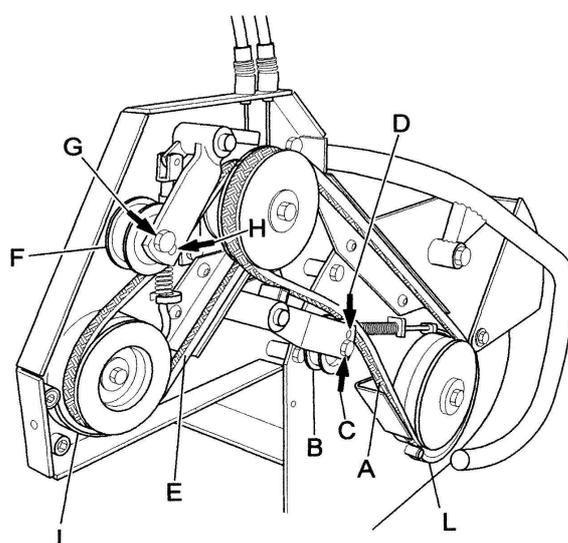

Figure 9
- Au cas où la courroie (fig. 9, réf.A) serait relâchée et donc n'accomplirait pas correctement sa fonction d'entraînement rotor lames, il est nécessaire de déplacer le tendeur (fig. 9, réf. B) de l'orifice inférieur (orifice C) à l'orifice supérieur (orifice D).
- Au cas où la courroie (fig. 9, réf.E) serait relâchée et ne n'accomplirait pas correctement sa fonction d'entraînement de la poulie d'avance machine, il est nécessaire de déplacer le tendeur (fig. 9, réf. F) de l'orifice supérieur (orifice G) à l'orifice inférieur (orifice H).
Après avoir terminé les réglages décrits ci-dessus, il est nécessaire de vérifier que le frein du rotor porte lames (Fig. 9, réf.L) et le frein d'avance de la machine (fig. 9,réf.I)effectuent leur fonction de sécurité, en arrêtant respectivement le mouvement du rouleau et le mouvement de la machine.